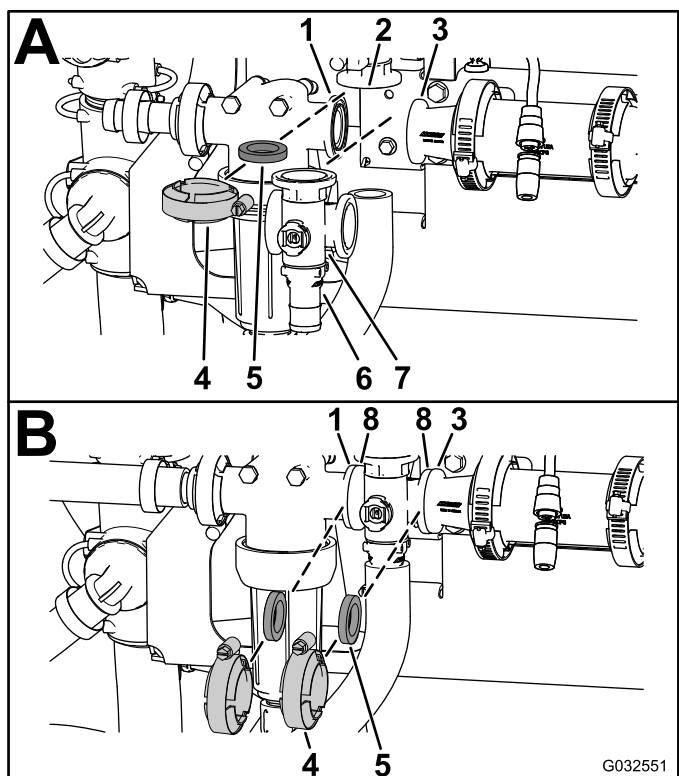

图 109
1. 将搅拌旁通阀凸缘、1 个垫片与搅拌阀歧管的端盖接头凸缘对齐图 109 中的 A。
- 以手动夹紧夹具的方式组装搅拌旁通阀、垫片和搅拌阀歧管图 109 中的 A。
- 将卡环插入旁通阀接头的插槽从而将快速连接装置固定至旁通阀接头图 109 中的 A。
- 在压力式滤清器头的凸缘与搅拌阀歧管之间放 1 个垫片图 109 中的 B。
- 以手动夹紧夹具的方式组装压力式滤清器头、垫片和搅拌阀歧管图 109 中的 B。
- 在搅拌阀歧管凸缘与异径管连接头之间放 1 个垫片图 109 中的 B。
- 以手动夹紧夹具的方式组装搅拌阀歧管、垫片和异径管连接头图 109 中的 B。